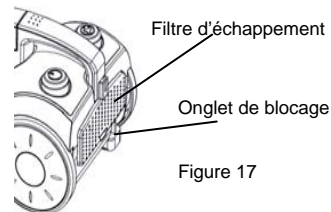

Figure 17
1. Soulevez l'onglet de blocage du couvercle d'échappement. (Fig. 17)